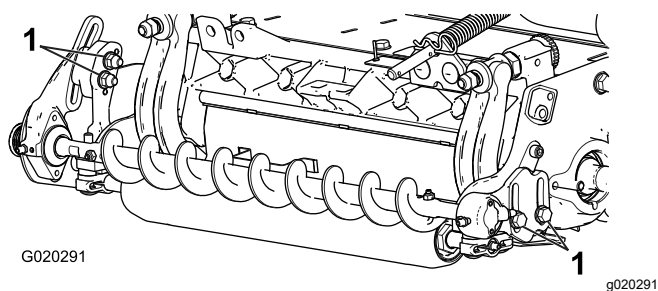

図 10
1. 各ローラブラシベアリングハウジングをローラブラシ取り付けブラケットに固定しているボルト2本をゆるめる 図 10。